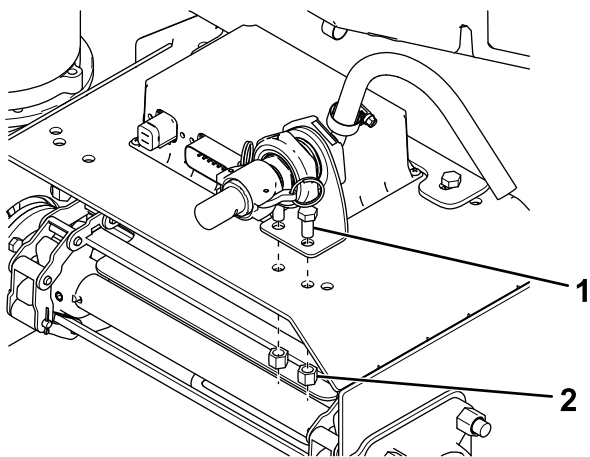

**Figura 10**
- En esparcidores con sinfín, monte el soporte en el hueco del sinfín, como se muestra en la Figura 10.